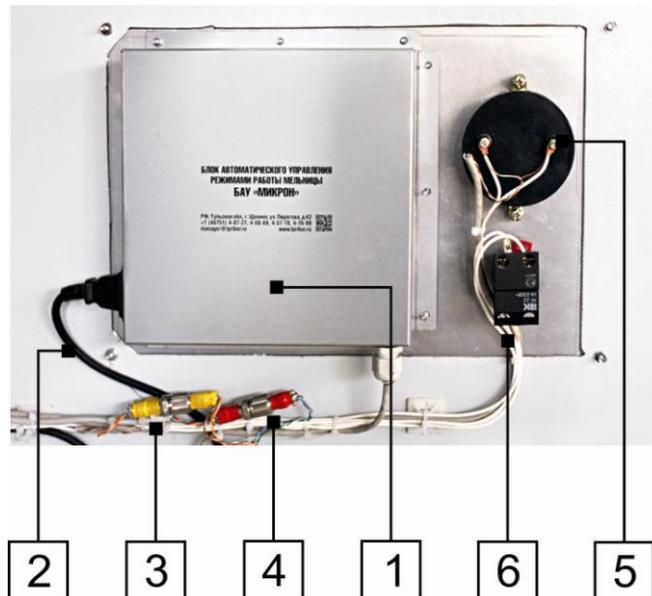

Рис. 26
Рис.26. Для того чтобы демонтировать панель управления необходимо обесточить пульт БАУ, отсоединить от основного блока (1) кабель питания (2), рассоединить разъемы (3, 4), отсоединить два провода от амперметра (5) и два провода от кнопки «ОБЩИЙ СТОП» (6), после чего отвернуть четыре гайки М4 и снять панель.